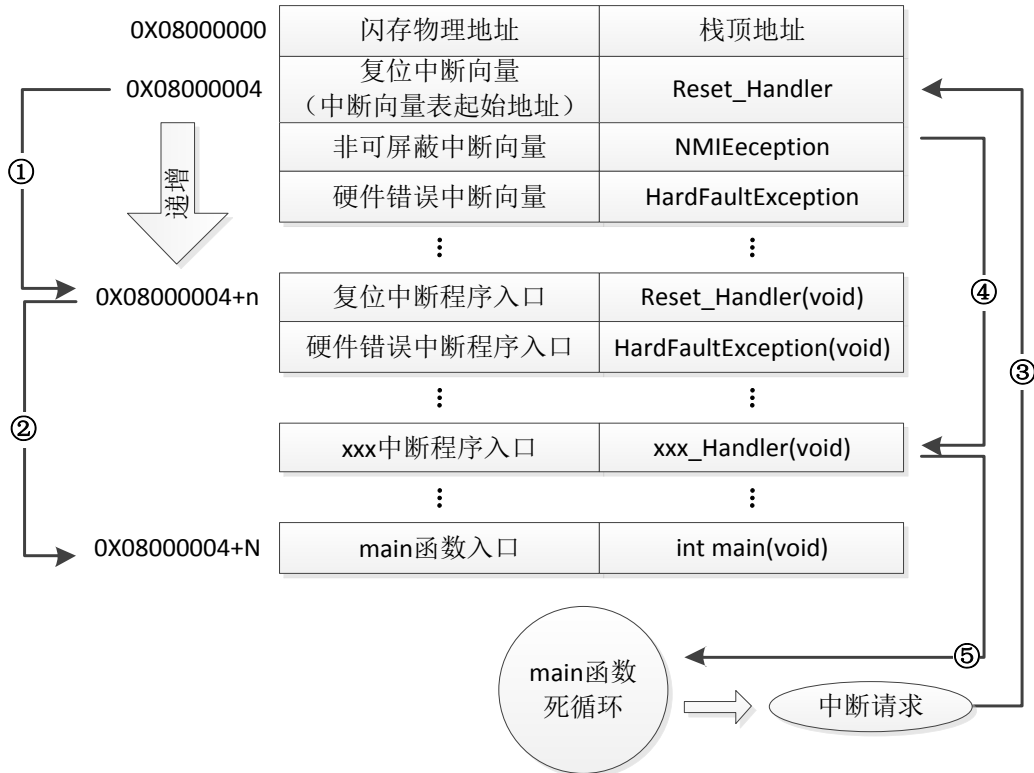
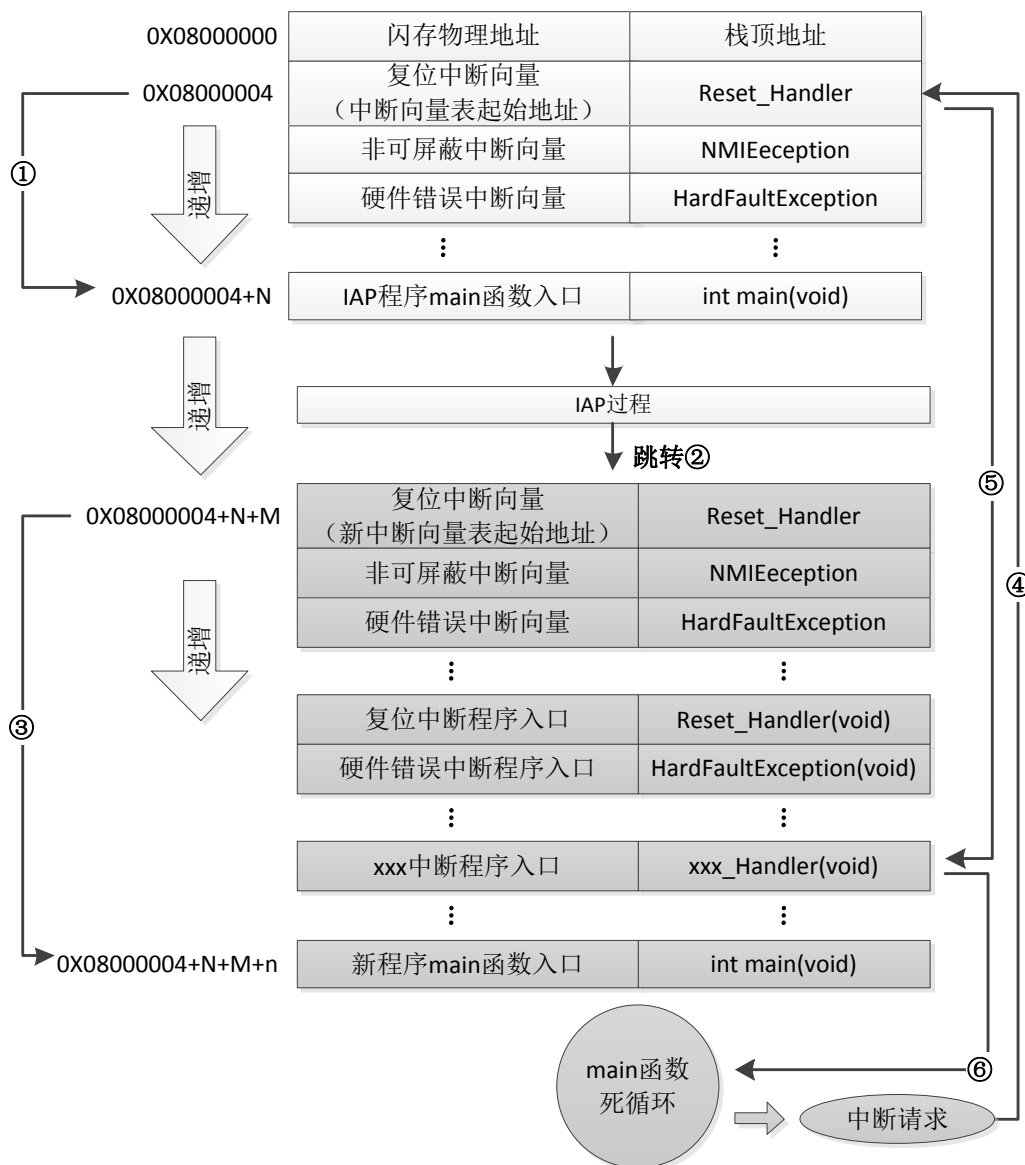

图 60.1.1 STM32F767 正常运行流程图
图 60.1.2 加入 IAP 之后程序运行流程图
STM32F7 的 FLASH 可以映射到两个地址: 0X0020 0000 或 0X0800 0000, 我们仅以 0X0800 0000 为例进行介绍。STM32F7 正常的程序运行流程, 如图 60.1.1 所示:
在图 60.1.1 中，STM32F767 在复位后，先从 0X08000004 地址取出复位中断向量的地址，并跳转到复位中断服务程序，如图标号①所示；在复位中断服务程序执行完之后，会跳转到我们的 main 函数，如图标号②所示；而我们的 main 函数一般都是一个死循环，在 main 函数执行过程中，如果收到中断请求（发生了中断），此时 STM32F767 强制将 PC 指针指回中断向量表处，如图标号③所示；然后，根据中断源进入相应的中断服务程序，如图标号④所示；在执行完中断服务程序以后，程序再次返回 main 函数执行，如图标号⑤所示。
当加入 IAP 程序之后，程序运行流程如图 60.1.2 所示：
在图 60.1.2 所示流程中，STM32F767 复位后，还是从 0X08000004 地址取出复位中断向量的地址，并跳转到复位中断服务程序，在运行完复位中断服务程序之后跳转到 IAP 的 main 函数，如图标号①所示，此部分同图 60.1.1 一样；在执行完 IAP 以后（即将新的 APP 代码写入 STM32F767 的 FLASH，灰底部分。新程序的复位中断向量起始地址为 0X08000004+N+M），跳转至新写入程序的复位向量表，取出新程序的复位中断向量的地址，并跳转执行新程序的复位中断服务程序，随后跳转至新程序的 main 函数，如图标号②和③所示，同样 main 函数为一个死循环，并且注意到此时 STM32F767 的 FLASH，在不同位置上，共有两个中断向量表。
- 3) 本章, 我们有 2 个 APP 程序, 一个为 FLASH 的 APP, 另外一个为 SRAM 的 APP, 图 60.1.2 虽然是针对 FLASH APP 来说的, 但是在 SRAM 里面运行的过程和 FLASH 基本一致, 只是需要设置向量表的地址为 SRAM 的地址。